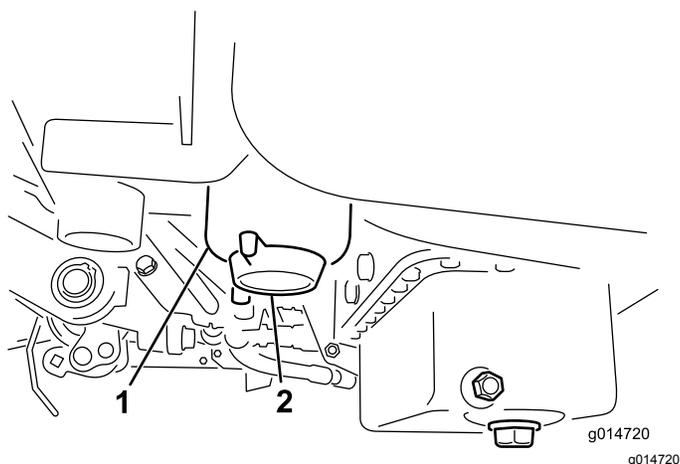

Рисунок 49
2. Очистите область крепления стакана фильтра (Рисунок 49).
4. Откройте сливную пробку фильтра (Рисунок 49).